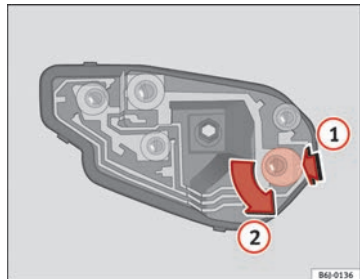

Fig. 164 Cambio lampade luci posteriori
- Una volta tolto il portalampade, premere nel senso indicato dalla freccia (1) e ruotare contemporaneamente nel senso indicato dalla freccia (2) ⇒ fig. 164.